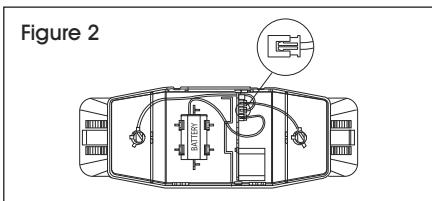

Figure 2
4. Connect to battery with connectors. (See Figure 2)
3. Connect battery before continuous AC power is supplied to unit. (See Figure 2)
4. Reliez à la batterie au moyen des connecteurs. (Voir Figure 2)
3. Connectez la batterie avant que l'unité soit fournie en alimentation CA continue. (Voir Figure 2)